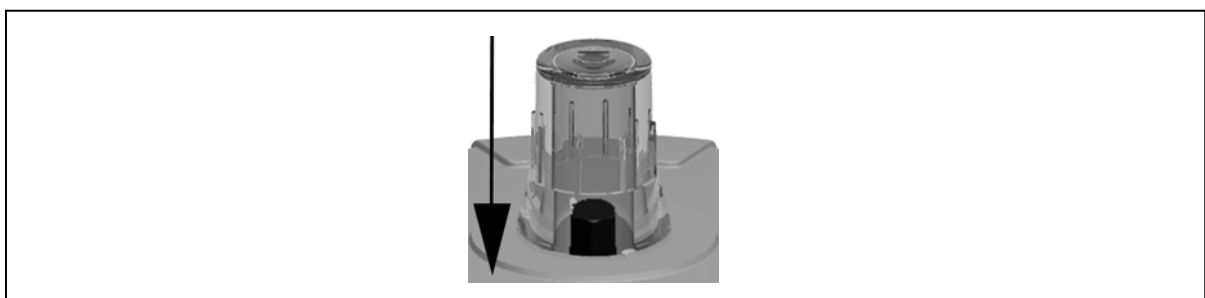

Abb. 22
- ▶ Antrieb in „Stellung ZU“ bringen, siehe Abb. 22